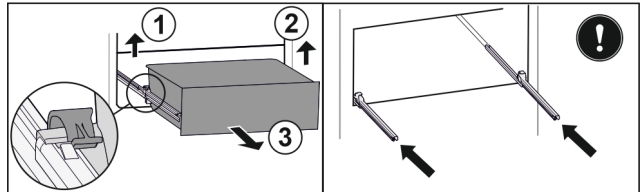

Fig. 104
- Sollevare il morsetto sinistro e allo stesso tempo tirare in avanti il cassetto sinistro. Fig. 104 (1)
- Sollevare il morsetto destro e allo stesso tempo tirare in avanti il cassetto destro. Fig. 104 (2)
- Rimuovere il cassetto tirandolo in avanti. Fig. 104 (3)